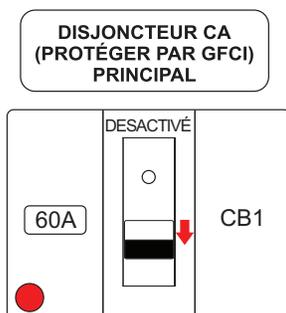

Figure 87. Disjoncteur désactivé (test du GFCI)
7. Vérifiez également que le disjoncteur principal (Figure 87) se met en position **DÉSACTIVÉ**.